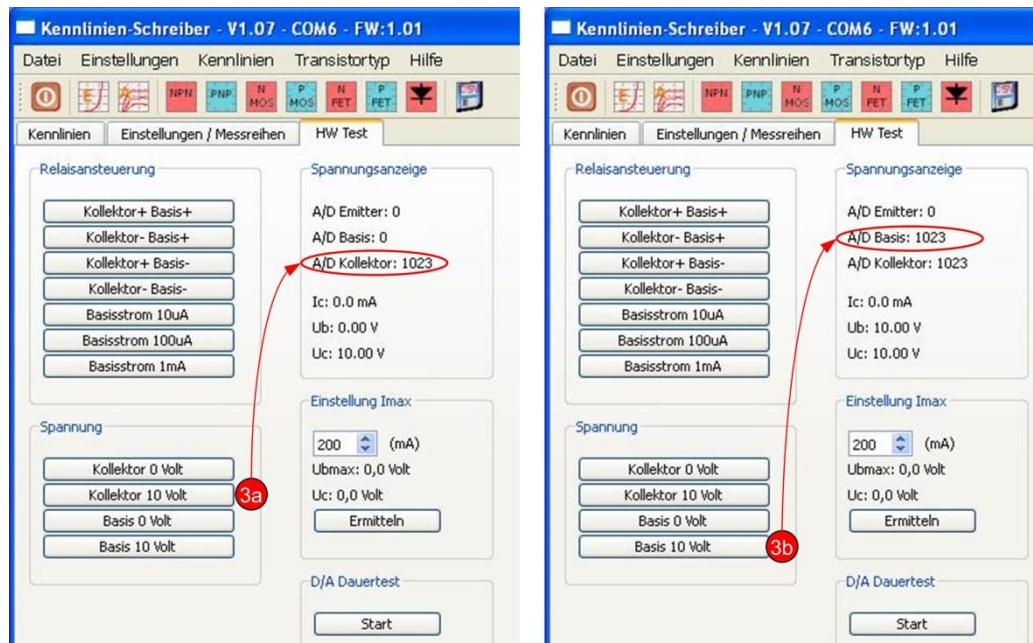

Abb. 4: ADC-Wandlung, Kollektor/Drain links, Basis/Gate rechts.
- 3a Klick auf "Kollektor 10V" (Abb. 4, Ziffer 3a)
Nach einer kurzen Weile wird der ADC-Wert angezeigt (Abb. 4, links)
- 3b Klick auf "Basis 10V" (Abb. 4, Ziffer 3b)
Nach einer kurzen Weile wird der ADC-Wert angezeigt (Abb. 4, rechts)